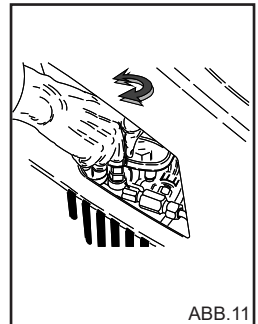

ABB.11
**Dieses Kapitel bezieht sich nur auf Modelle mit „Druckregelvorrichtung“.** Mit der Druckregelvorrichtung, Abb. 11 kann der Arbeitsdruck geregelt werden. Durch Drehen des Griffs C entgegen dem Uhrzeigersinn (B) (Minimum) wird der Betriebsdruck verringert.